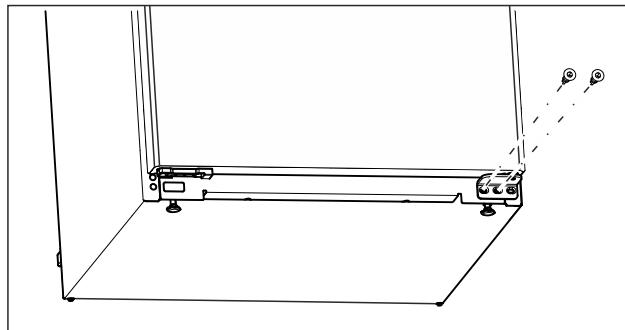

Fig. 6
- Відкрутіть середній гвинт на нижньому опорному кронштейні за допомогою викрутки Torx 20. (див. Fig. 6)
- Відкрутіть внутрішній гвинт на нижньому опорному кронштейні за допомогою викрутки Torx 20. (див. Fig. 6)